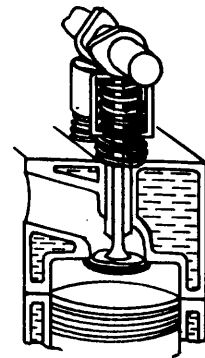

Fig. 5
- Todos sus elementos están ubicados en la culata (fig. 5).